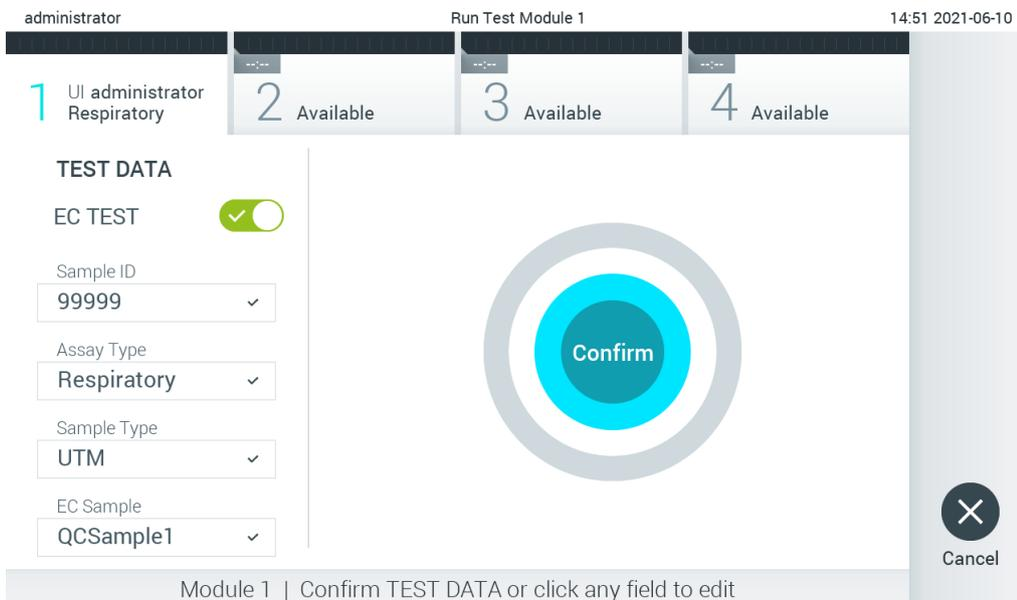

Abbildung 93. Bildschirm Confirm (Bestätigen).
7. Der Bildschirm Confirm (Bestätigen) wird angezeigt. Überprüfen Sie die eingegebenen Daten und nehmen Sie die erforderlichen Änderungen vor, indem Sie auf die relevanten Felder auf dem Touchscreen drücken und die Informationen bearbeiten (Abbildung 93).